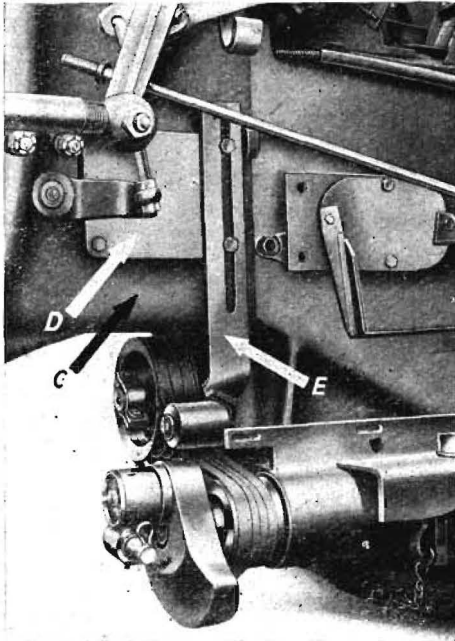

Bild 3
Dabei ist die Spannrolle (E) so zu stellen, daß bei Betrieb die Keilriemen nicht von der Spannrolle ablaufen. (Bild 3)